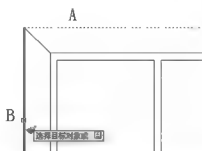

图 2.53 利用【特性匹配】命令换图层
(1) 单击【标准】工具栏上的【特性匹配】图标  或选择菜单栏中的【修改】|【特性匹配】命令, 启动【特性匹配】命令。
(2) 在**选择源对象:**提示下, 选择已经被换到【室外】图层上的 A 线。此时 B 线变虚并且光标变成大刷子形状, 如图 2.53 所示。